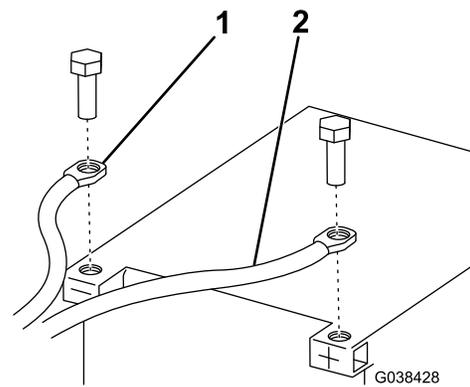

Figura 11
13. Conecte el cable de energía/puesta a tierra negro al terminal negativo (-) de la batería (Figura 11).
14. Conecte el cable de energía/puesta a tierra negro al terminal positivo (+) de la batería (Figura 11).